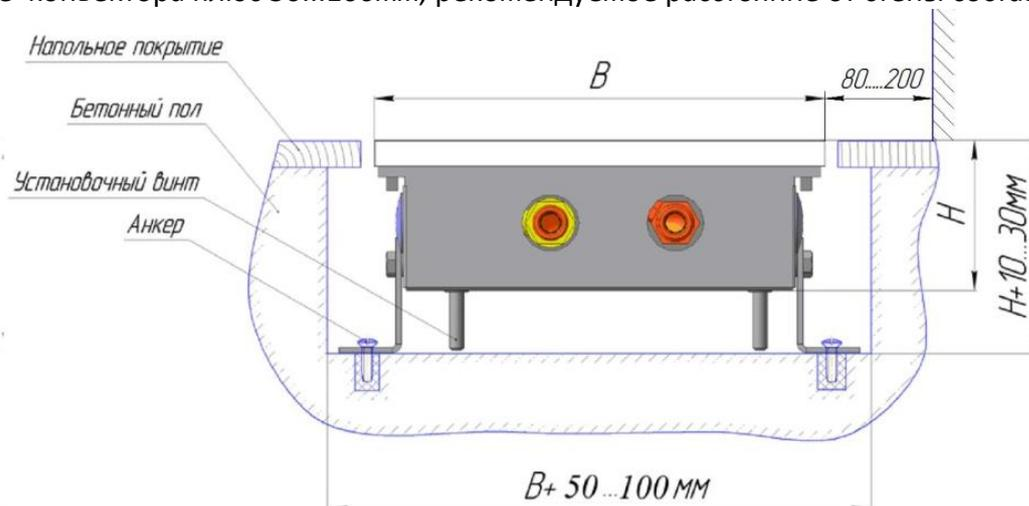

Рис. 2. Установочные размеры.
7.9. Корпус конвектора должен быть установлен строго горизонтально в выполненной в полу нише, глубина и ширина которой зависит от высоты и ширины корпуса (см. рис. 2.). Высота ниши должна быть равна высоте корпуса конвектора плюс 10...30мм; ширина ниши должна равняться ширине конвектора плюс 50...100мм; рекомендуемое расстояние от стены составляет 80...200мм.